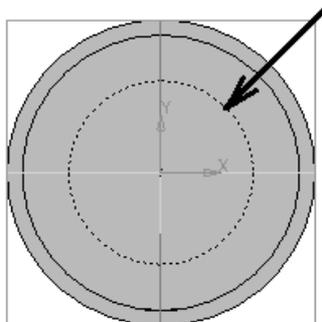

Рис. 12.2. Проецирование ребра
7. Спроецируйте в эскиз ребро *Стакана* (рис. 12.2): **Операции** — **Спроецировать объект**. Укажите ребро в окне модели.